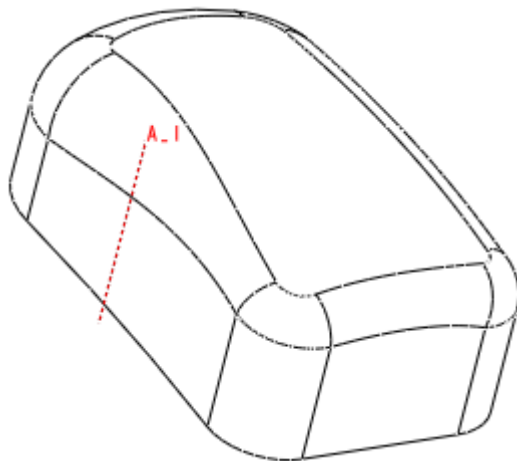

图 42-13
(3) 单击【确定】，完成基准轴的建立如图 42-13 所示。